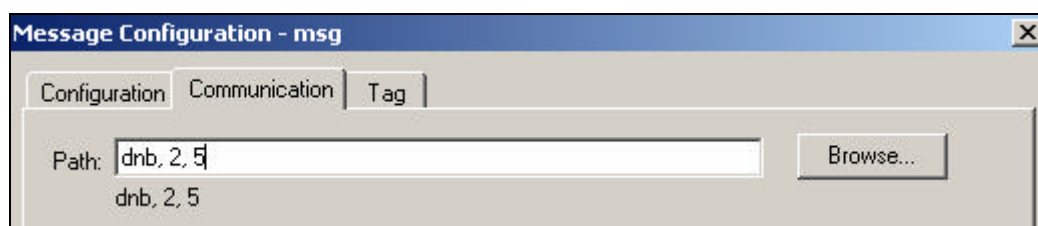

图 3-99 Communication 选项卡设置
43. 图 3-99 所示。其中, 2 表示 DeviceNet 网络端口, 5 表示 PowerFlex40 的网络节点号。